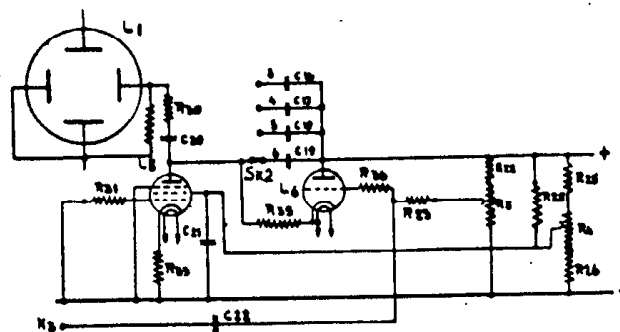

FIG. 2
- F. Door middel van L5 wordt één der condensatoren C16 t/m C19 geladen (fig. 2). De spanning op de anode van L5 komt via een der genoemde condensatoren. Een deel van deze spanning wordt dus door de platen aan de condensator vastgehouden.